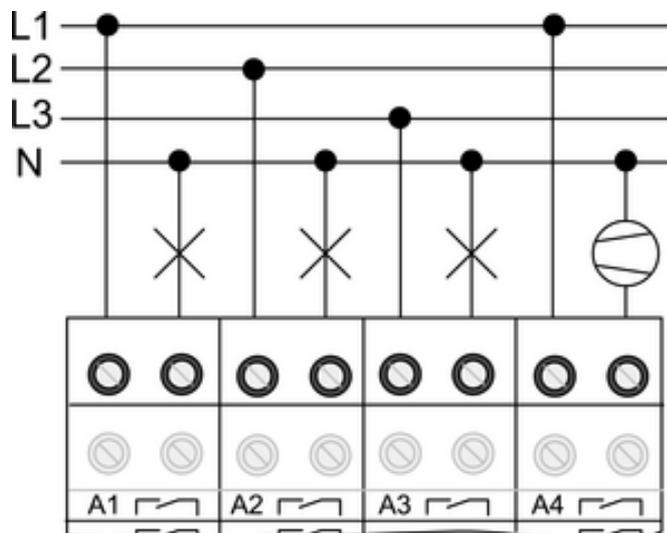

Figura 4
- Collegare i carichi attivi (figura 4).